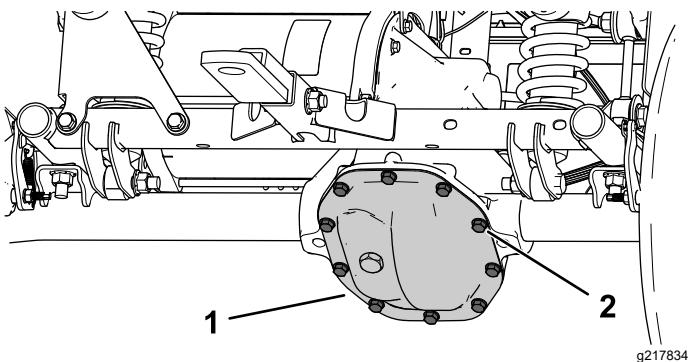

Figura 55
2. Retire los pernos de la cubierta del transeje y vacíe el fluido completamente (Figura 55).
1. Coloque un recipiente de vaciado debajo de la cubierta del transeje (Figura 55).